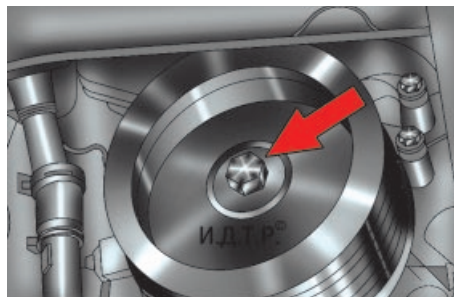

Рис. 5.21. Шкив коленчатого вала и его крепление
13. Выверните болт крепления шкива (рис. 5.21) к носку коленчатого вала и снимите шкив.